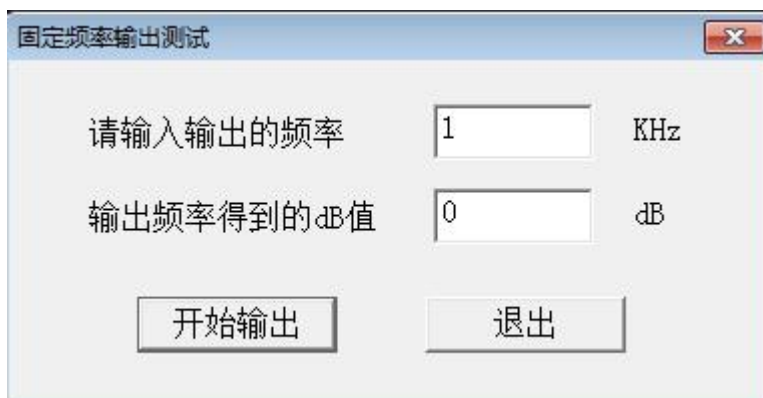

图 24
1.3.4 固定频率输出测试，选择此项目后，打开一个要求输入输出频率的对话框，如图 24。选择“开始输出”将显示输出后得到的 dB 值，这个功能主要用来提供外部仪器检测本仪器的频率和幅值的精确度。